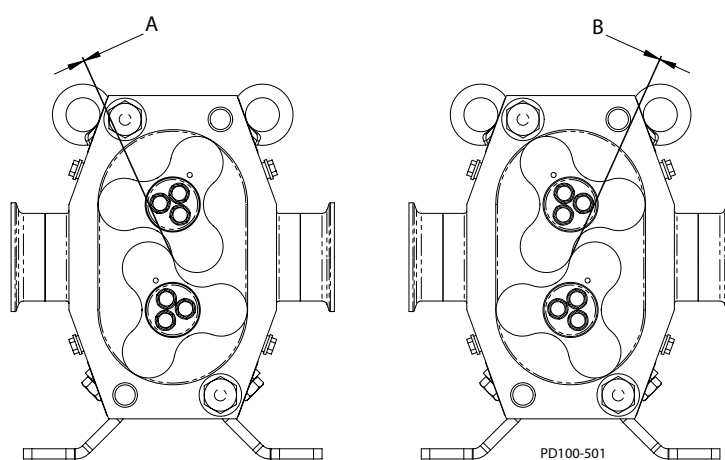

Figure 63 - Jeu des rotors
10. Vérifiez le jeu rotor-rotor au niveau des positions décrites dans Figure 63.
11. Les dimensions du jeu « A » et « B » décrites dans Figure 63 doivent être comprises dans les plages spécifiées dans Tableau 11 au niveau de toutes les positions. Ajustez la position de l'engrenage sur l'arbre de commande comme requis.